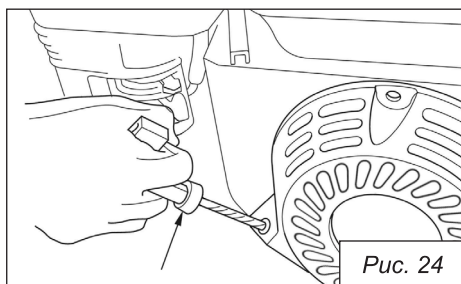

Рис. 24
6. Возьмитесь за ручку стартера и медленно потяните до появления ощутимого сопротивления, затем потяните ручку стартера резким рывком (рис. 24).